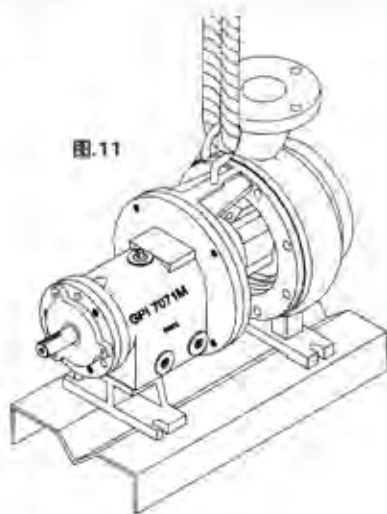

图.11
8. 使用吊钩，从叶轮壳(26)内拆下旋转装置。(图11)。